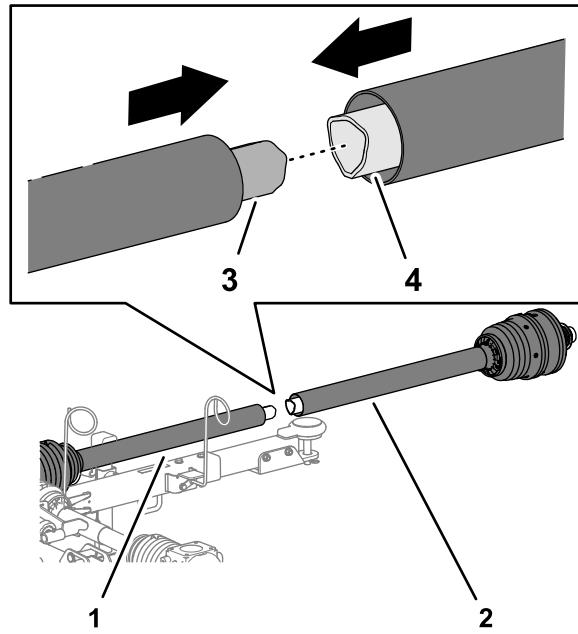

Figura 8
1. Alinee el tubo interior de la mitad del árbol de transmisión de la TDF trasera con el tubo exterior de la mitad del árbol de transmisión de la TDF delantera y deslice los tubos juntos (Figura 8).